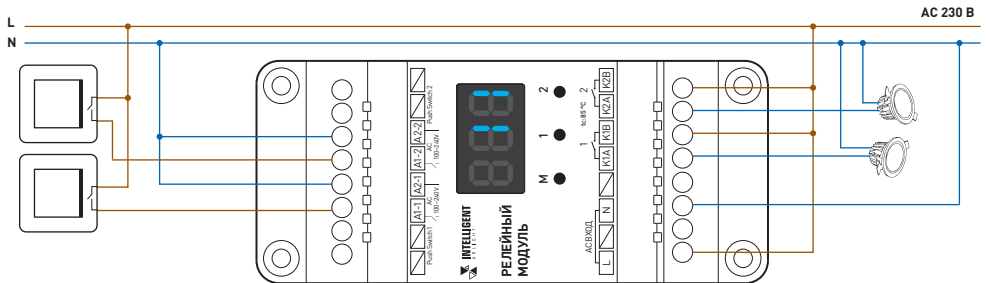

Рис. 3. Схема подключения модуля
- 3.4. Подключите модуль согласно схеме на рис. 3.